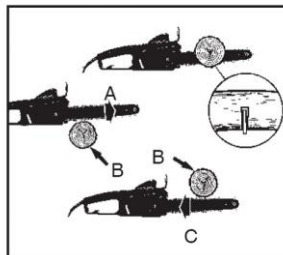

Abb. 3
STOSS (STOSSENDER RÜCKSCHLAG) UND ZUGREAKTION (Abb. 3)
2. Sichern Sie vor der Demontage die Trennung der Kettenbremse ab. Wenn sie sich in der angeschlossenen Position befindet, drücken Sie die Abdeckung des vorderen Handgriffs/den Bremsheben (11) nach hinten, bis er in der Position einrastet.
3. Mit Hilfe des mitgelieferten Zündkerzenschlüssels (32) entfernen Sie die zwei Befestigungsmuttern (16) von der seitlichen Abdeckung (18).
4. Bei Bedarf stellen Sie den Spannstift (22b) durch Einschrauben oder Herausschrauben der Spannschraube (22a) mittels eines Schraubendrehers (33) ein, bis die Position erreicht wird, in welcher der Stift in die untere Öffnung im Führungsschwert (13) eingeführt werden kann (Abb. 3).